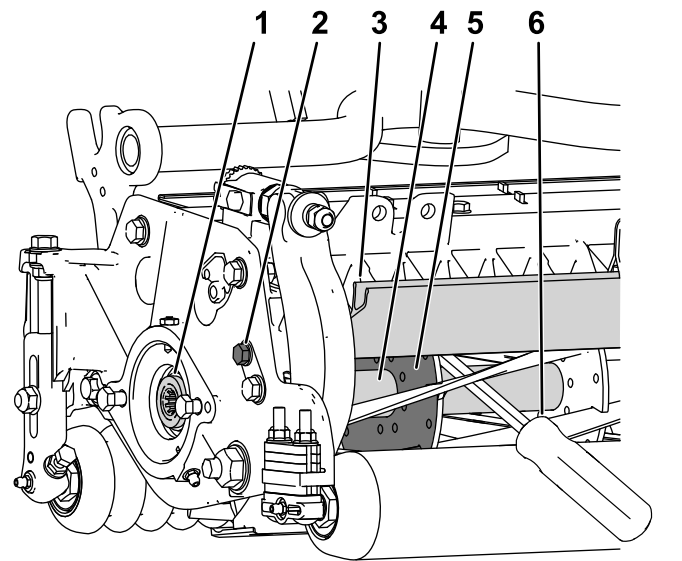

Figura 31
1. Afloje el perno del deflector a la izquierda de la unidad de corte y eleve el deflector trasero (Figura 31).
2. Introduzca una palanca de mango largo (se recomienda una palanca de $\frac{3}{8}$ " x 12" con mango de destornillador) a través de la parte trasera del molinete de corte, junto al lado de la unidad de corte que se va a apretar (Figura 31).
3. Coloque la palanca contra la parte soldada de la placa de soporte del molinete (Figura 31).